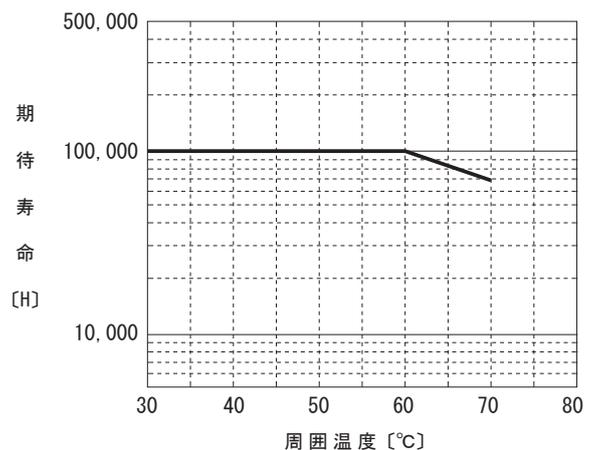

図5.1 ファン期待寿命
- 使用条件によってファンの期待寿命 (R(t)=90%) は図5.1のようになります。